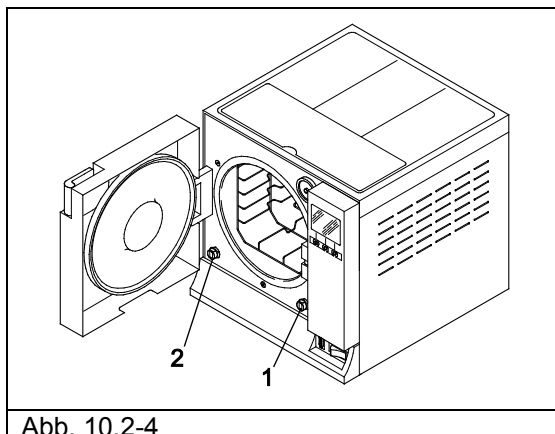

Abb. 10.2-4
1. Zum Entleeren des Frischwassertanks, das angeschlossene Ende des mitgelieferten Schlauchs in den Anschluss unten auf der Frontseite (1 von Abb. 10.2-4) und das andere Ende in ein leeres Gefäß stecken.
2. Zum Entleeren des Brauchwassersammeltanks, den dem Gerät mitgelieferten durchsichtigen Schlauch in den Anschluss unten auf der Frontseite (2 von Abb. 10.2-4) und das andere Ende in eine leeres Gefäß stecken.